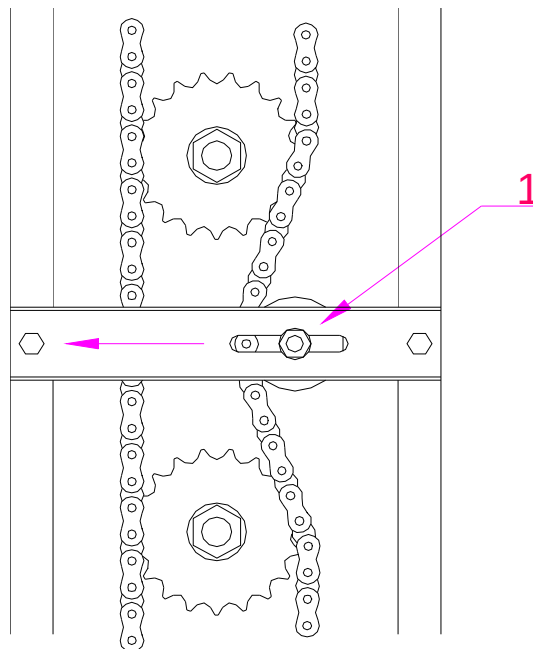

Fig.9
- b) avvitare leggermente la vite (1) Fig 9 e spostare il tenditore a fianco, ricollegare il tenditore premendo la vite (1) quando la catena è in tensione.